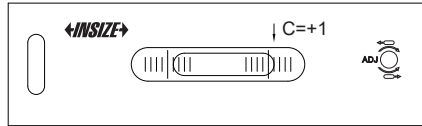

Fig.7
- Cuando la burbuja deje de moverse, lea C en la escala (Fig.7).